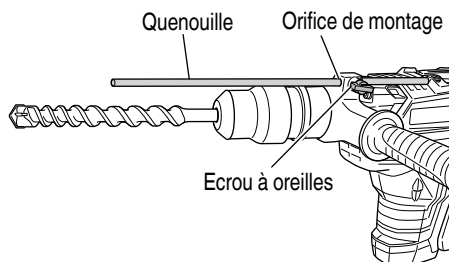

Fig. 19
- (c) Commuter le sélecteur sur "frappe" en procédant comme indiqué au point (1) ci-dessus et fixer la position de l'outil.
5. Installer la quenouille (Fig. 19)